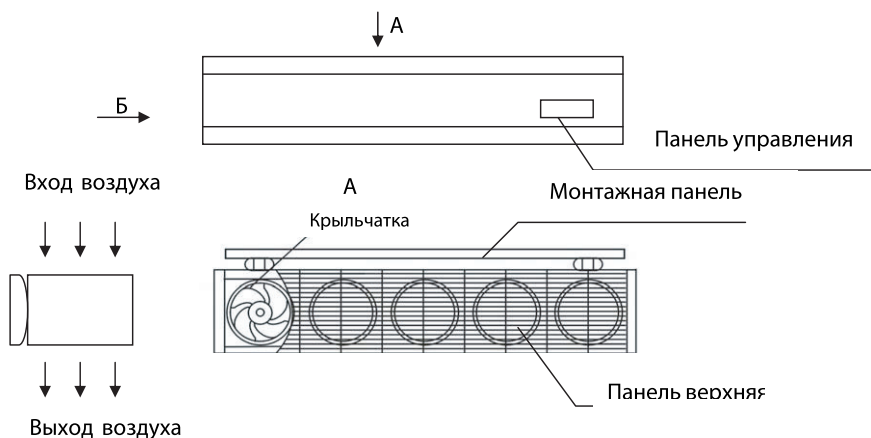

Рис. 1 – Устройство завесы
4.1 Завеса представляет собой устройство, в металлическом корпусе которого установлены от пяти до восьми (в зависимости от модели) вентиляторов осевого типа с электродвигателями (рис. 1)